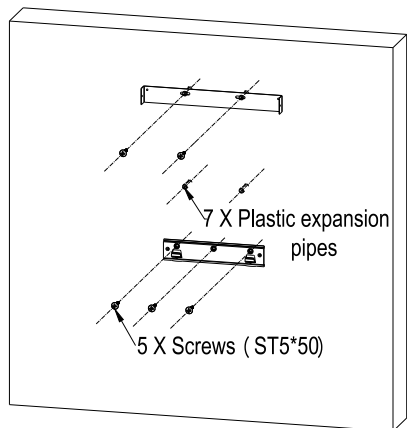

Рисунок 4
2. Установите на стене кронштейн для крепления вытяжки с помощью 3 M5x50 мм. См. Рис.4.